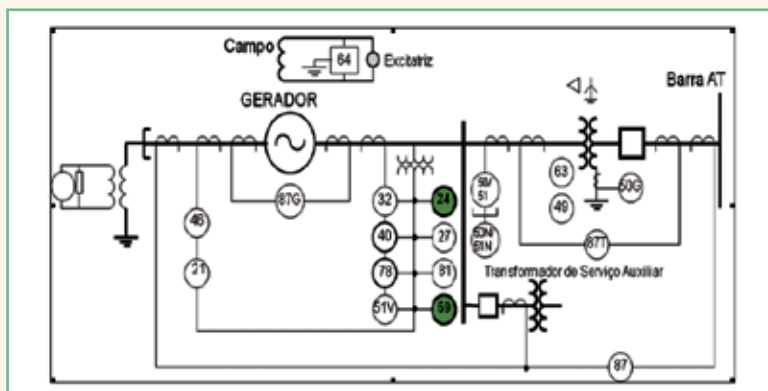

Figura 1 – Proteção 24 e 59.
Os dois elementos usados para proteger o gerador contra danos durante condições de sobreexcitação (24) e sobretensão (59) estão destacados na Figura 1. A sobreexcitação afeta não apenas o gerador, mas pode também afetar o transformador elevador. Por esta razão, é comum ajustar o relé 24 para proteger os dois equipamentos.